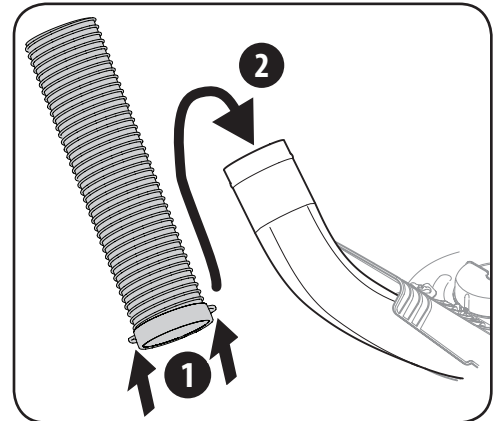

Figure 4-21
2. Saisissez le boyau de la goulotte par les poignées sur la partie inférieure. Placez le boyau de la goulotte par-dessus le coude de la goulotte installé sur le plateau de coupe. Voir Figure 4-21.